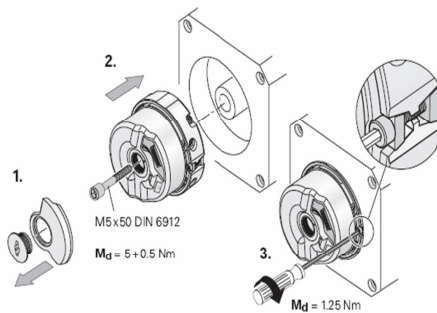

图 12 编码器装配
- F. 再用内六角扳手按 $Md=1.25Nm$ 的力矩将编码器的涨紧螺栓拧紧，要求拧紧力矩为 $Md=1.25 Nm -0.2Nm$ ，使编码器外部不能用手转动，如(P7 图 12) 所示。